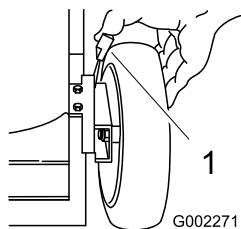

Figura 16
1. Tire de la palanca de ajuste de la altura de la rueda hacia la rueda (Figura 16) y muévela a la posición deseada.